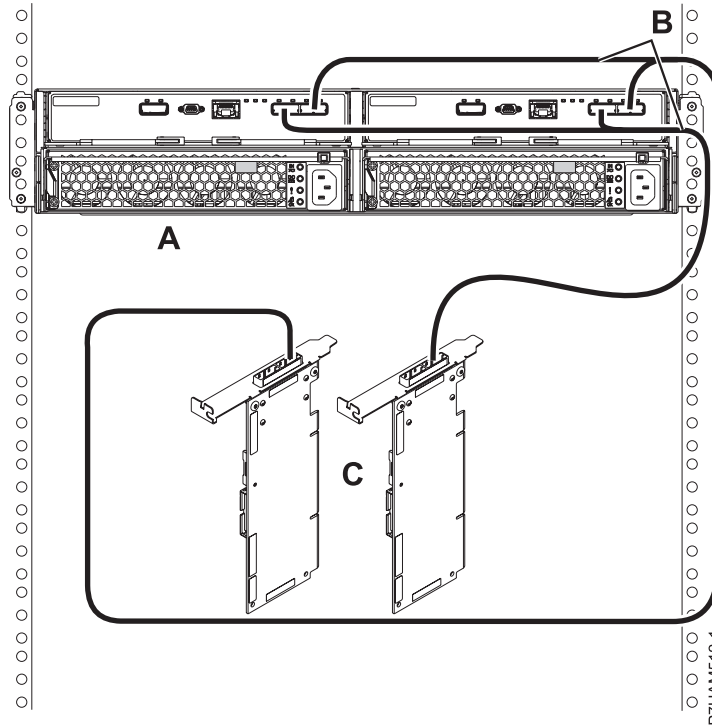

Figure 31. Mode 1 de connexion d'un boîtier d'unité de disque 58/87 via des câbles YO à une paire d'adaptateurs SAS
- k. Effectuez la connexion de mode 1 d'un boîtier d'unité de disque 58/87 (A) via des câbles YO (B) vers une paire d'adaptateurs SAS (C), comme illustré dans la figure 31, à la page 30.